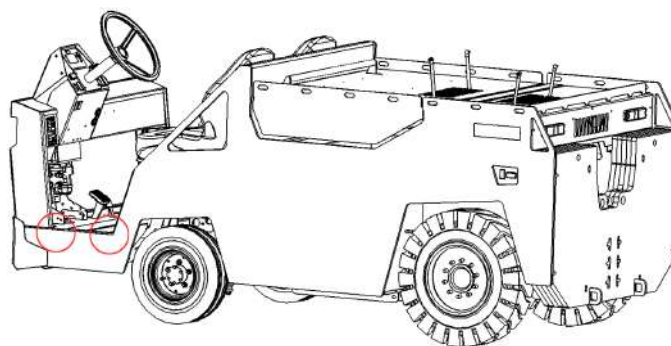

Figure 35. Coins des panneaux de côté.
- Coins des panneaux de côté (1) (des deux côtés). Il est possible que des fissures se produisent dans ces coins car ils subissent un stress significatif (voir Figure 35).